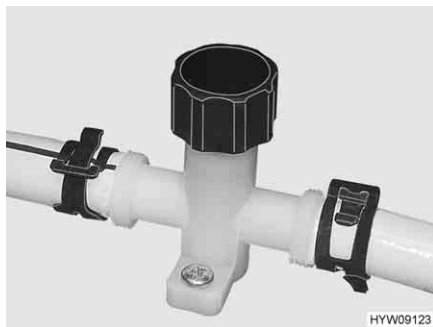

Fig. 110 Rubinetto di scarico (scaldacqua)
- Chiudere tutti i rubinetti di scarico. A tal fine, ruotare in senso orario il coperchio (Fig. 110) del rubinetto di scarico.